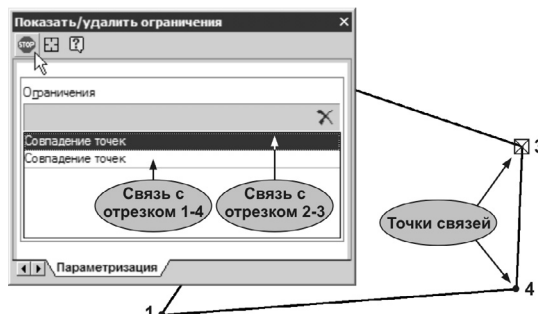

Рис. 59.11.
- 8.1. Выделите его и нажмите кнопку **Показать/удалить ограничения**. Содержимое окна показывает, что на отрезок 3–4 наложены две связи *совпадение точек*. Одна из них связывает его с отрезком 1–4 в точке 4, а другая — с отрезком 2–3 в точке 3 (рис. 59.11).